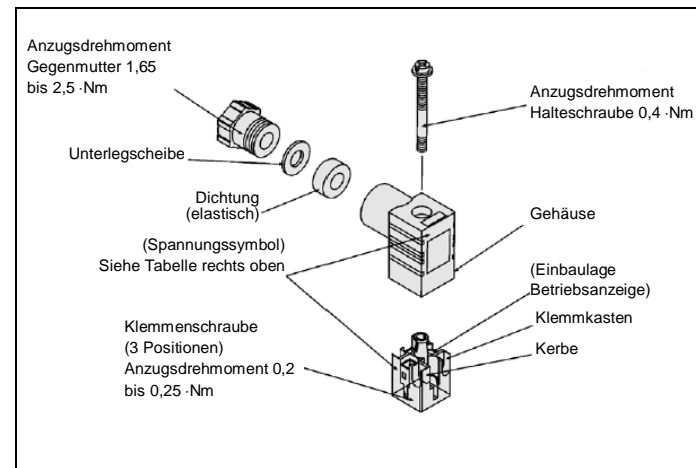

Abb. 3
3.12 Installation des DIN-Terminals – siehe Abb. 3